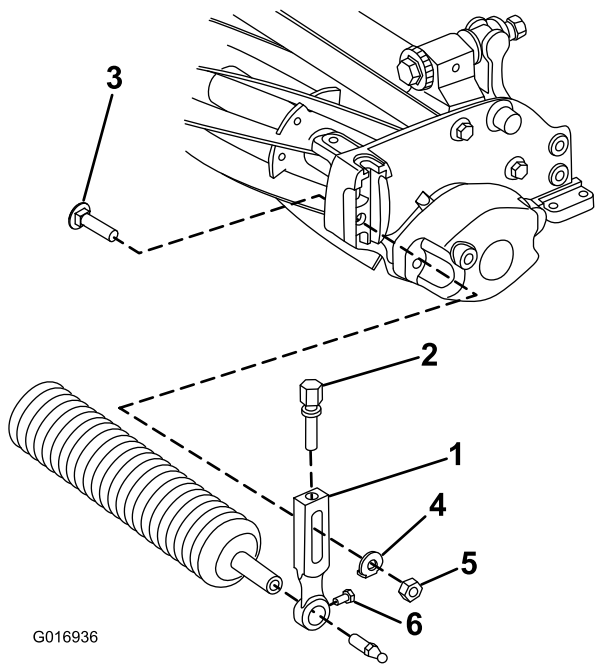

Figure 10
5. Effectuez la procédure suivante pour déposer le rouleau avant. Voir Figure 10.